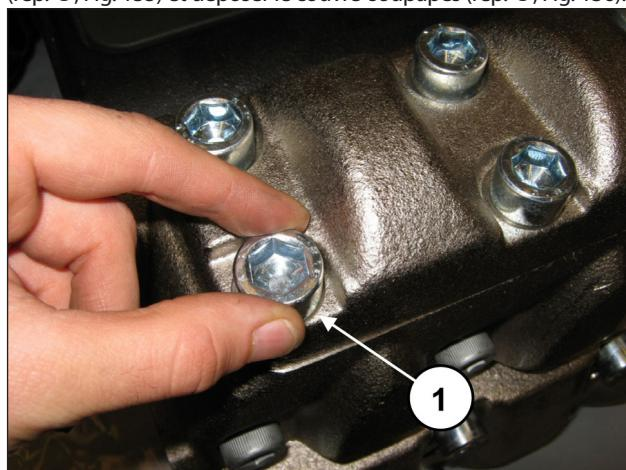
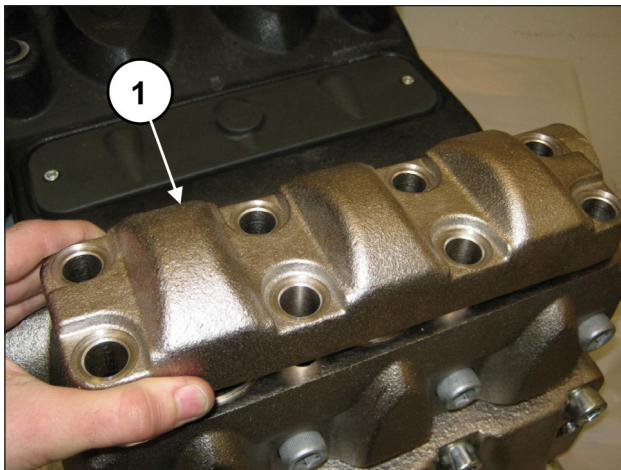

Fig. 135
Fig. 136
Dévisser les 8 vis M16x45 du couvre-soupapes de refoulement (rep. ①, Fig. 135) et déposer le couvre-soupapes (rep. ①, Fig. 136).